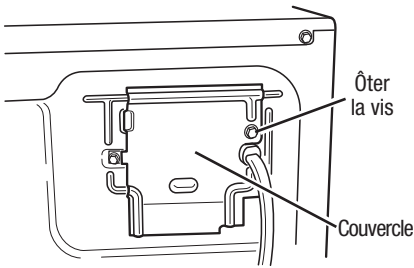

Figure 2. Enlever le couvercle
2. Enlever le couvercle dans l'angle supérieur droit à l'arrière de la sècheuse. Voir figure 2.
- 2.** Enlever le couvercle dans l'angle supérieur droit à l'arrière de la sècheuse. Voir figure 2, page 44.